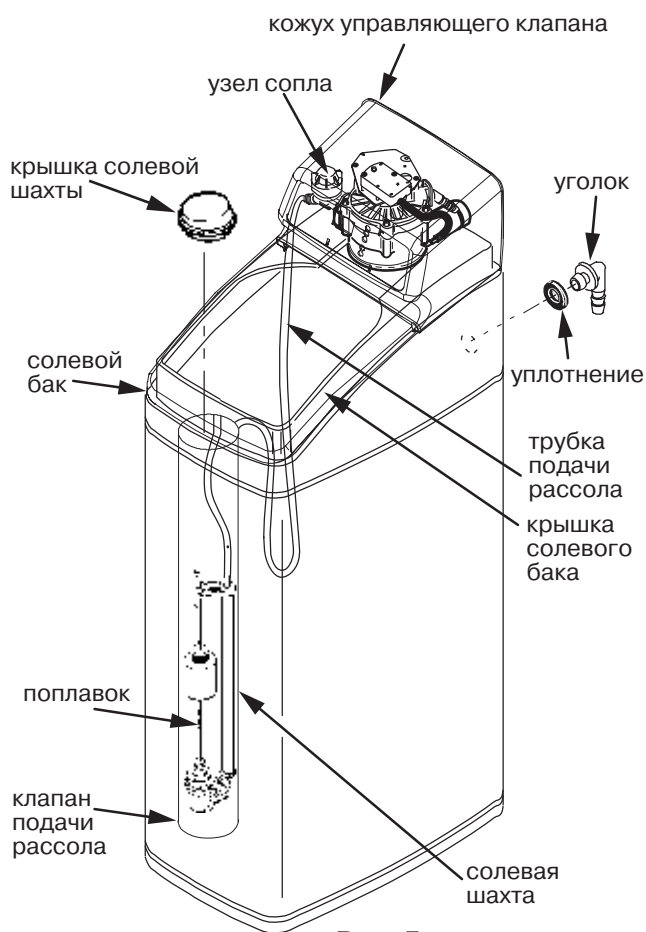

Рис. 5
1. Умягчители поставляются в собранном виде. Во время установки снимите верхнюю крышку и крышку солевой шахты и отложите их в сторону во избежание повреждений. Убедитесь в том, что солевая шахта установлена вертикально и закреплена (**рис. 5**).
Снимите крышку и налейте примерно 50 мл (2-3 чайных ложки) обычного бытового отбеливателя (например, Clorox) в солевую шахту умягчителя (**рис. 5**). Закройте крышку солевой шахты.
а) При помощи ведра или шланга налейте 4 л воды в солевой бак. Не заливайте воду в солевую шахту (**рис. 5**).